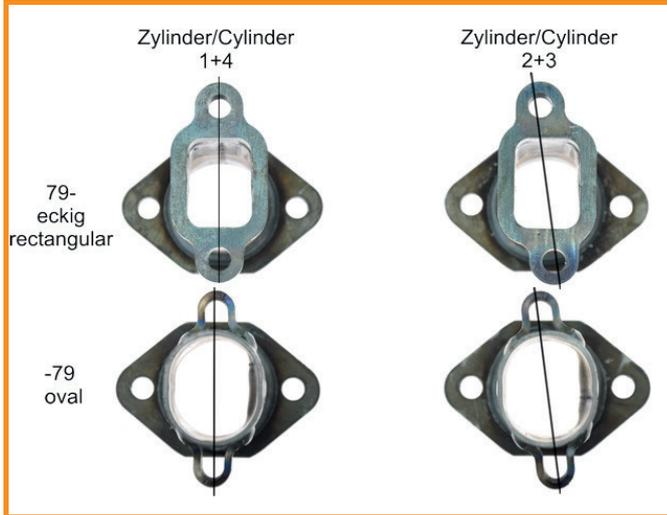
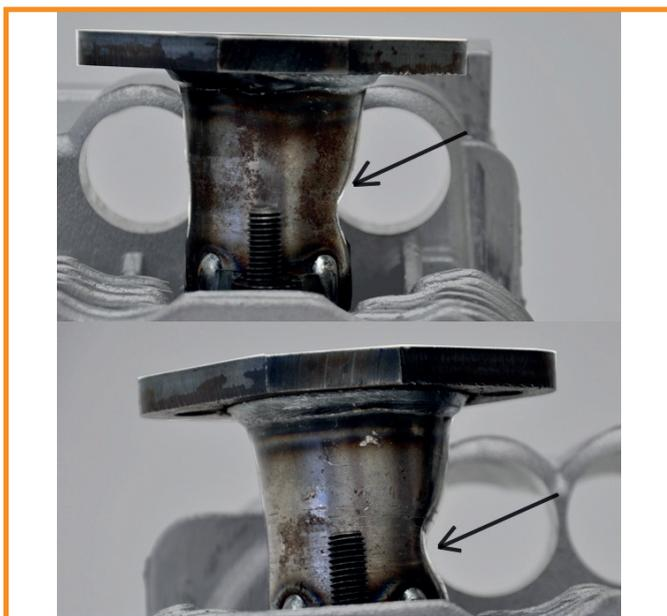

Fig. 1
Fig. 3
NOTE: When installing the exhaust stacks (oval and angled flanges) ensure that the individual stacks have the correct offset (Figs. 1 and 2). For cylinders 1+4 and 2+3 use the correspondingly marked exhaust stacks. When positioning the exhaust stacks in the recess check that the push rod tubes have sufficient space of movement (see Fig. 3).
WICHTIG: Achten Sie bei der Montage der Auspuffstutzen (Oval und eckiger Flansch) auf den korrekten Versatz der einzelnen Stutzen (Fig.1+2). Verwenden Sie für die Zylinder 1+4 und 2+3 die entsprechend markierten Auspuffstutzen. Achten Sie beim Aufsetzen der Auspuffstutzen auf die Einbuchtung für die Freigängigkeit der Stoßelschutzrohre (siehe Fig. 3).
- The rectangular 79 and later cylinder ports require the use of two Ø15x10 spacers on each adapter tube. Install these before you use the M8 nuts to secure the tubes in place. (Fig. 1)